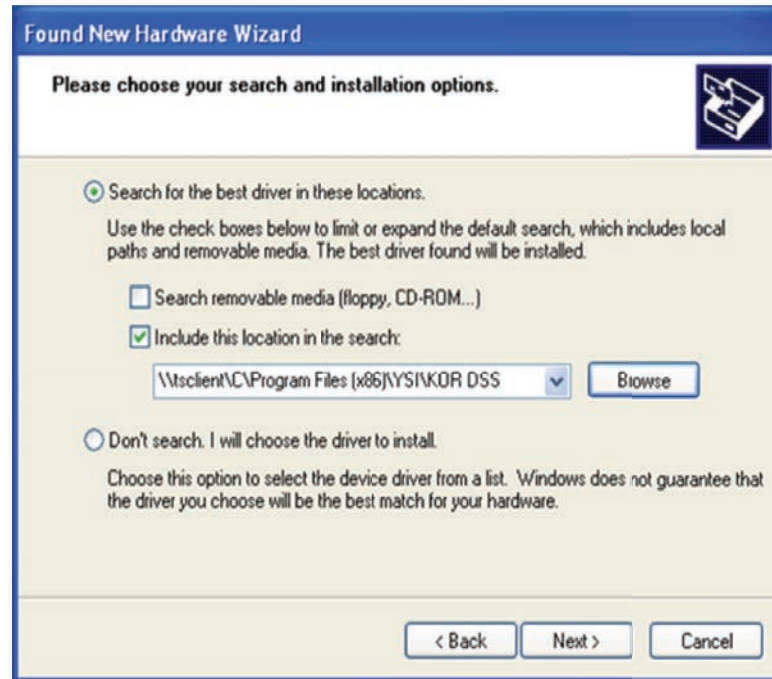

Figure 81 Emplacement du fichier de l'Assistant Ajout de nouveau matériel détecté
4. Sélectionnez **Rechercher le meilleur pilote dans ces emplacements**, puis **Inclure cet emplacement dans la recherche** : Cliquez sur **Parcourir**, puis naviguez jusqu'à l'emplacement du fichier : **C:\Program Files (x86)\YSI\KorDSS** sur les systèmes 64 bits ou **C:\Program Files\YSI\KorDSS** sur les systèmes 32 bits (Figure 81). Cliquez sur **Next**.